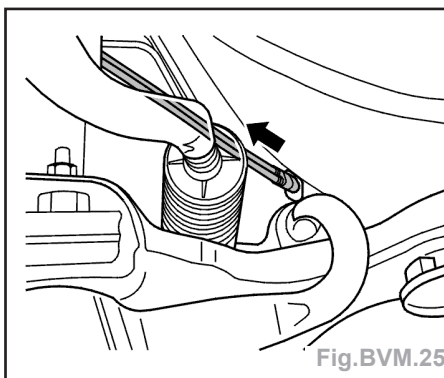

Fig.BVM.25
- Positionner les câbles mécaniques derrière le boîtier de direction et au-dessus du conduit hydraulique (Fig.BVM.25).